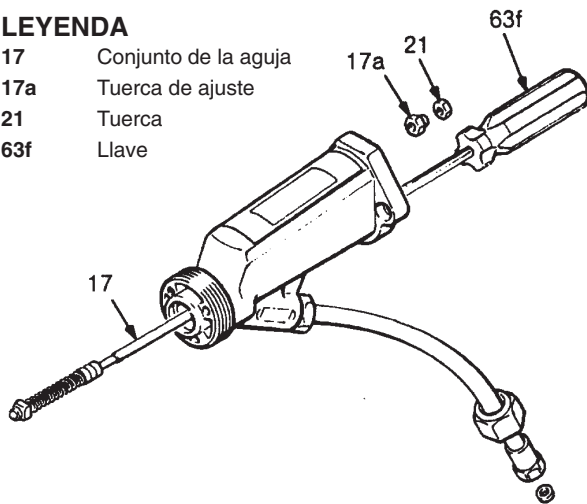

Fig. 16
3. Presionar el conjunto de aguja (17) para extraerlo por la parte anterior de la pistola lo máximo posible con un dedo, o presionándolo contra una superficie plana. A continuación, utilizar la llave (63f) para terminar la extracción. Ver Fig. 16.